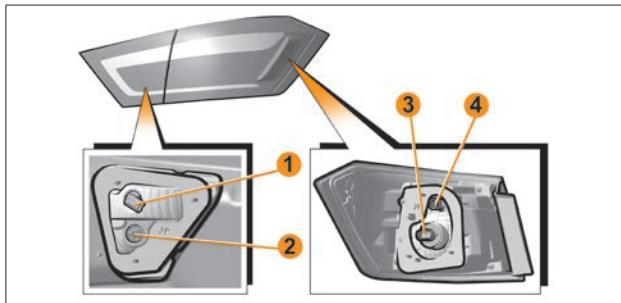

Рис. 13. Задние фонари
- Для замены лампы света заднего хода **1** (рис. 13) необходимо:
- преодолевая сопротивление держателей, отогнуть обивку крышки багажника для доступа к патрону-разъему **1** (рис. 13). Во избежании повреждения обивки, отгибание производить на величину не более 7–8 см;
- повернуть патрон-разъем **1** (рис. 13) против часовой стрелки и вынуть его из посадочного места в сборе с лампой;
Для замены лампы габаритного огня **2** (рис. 13) необходимо: